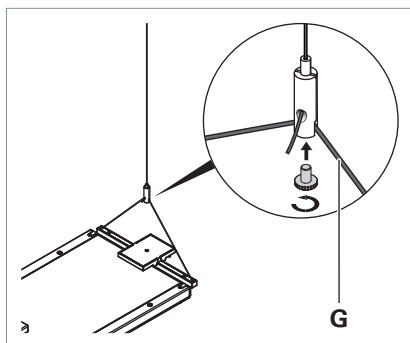

Fig. 12: Fissaggio dell'apparecchio centrale o finale al fermacavo.
- ▶ Portare il cavo metallico **G** dell'apparecchio nel fermacavo, vedi Fig. 12.